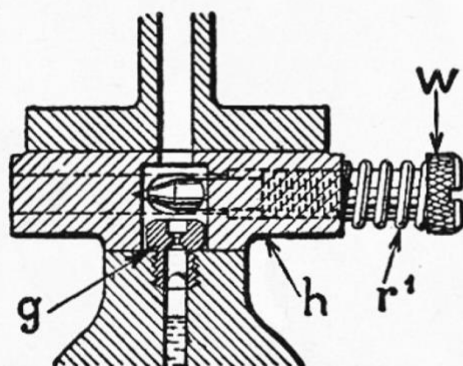

Abb. 7
2. Regulierung des Leerlaufes des Motors: Diese Arbeit setzt sich zusammen aus der Bestimmung der Größe der Leerlaufdüse g sowie Festlegung der Stellung der Leerlaufregulierschraube Abb. 7 und 8.
der Leerlaufdüse g und der Leerlaufbegrenzungsschraube Z für die Regulierung des Leerlaufs des Motors haben die Vergaser der Type BF mit automatischer Startvorrichtung eine Leerlaufregulierschraube W (Abbildung 7 und 8), welche dazu dient, den Anreicherungsgrad des Leerlaufgemisches zu regulieren. Ist das Gemisch im Leerlauf ungenügend, d. h. zu wenig Brennstoff vorhanden, so wird der Motor unregelmäßig laufen und zum Schluß stehenbleiben. Durch Zudrehen der Leerlaufregulierschraube kann man die Luftzufuhr für das Leerlaufgemisch drosseln und dadurch den Brennstoffgehalt erhöhen; durch die richtige Zusammensetzung des Leerlaufgemisches wird ein runder, einwandfreier Leerlauf erreicht.